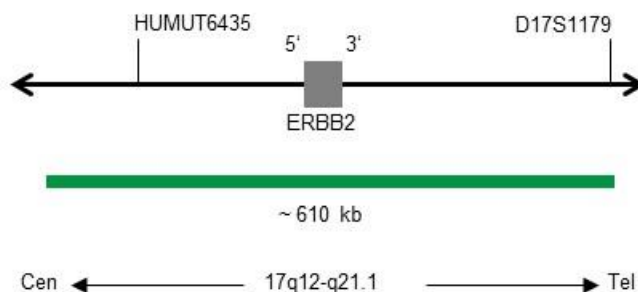

Fig. 1: SPEC ERBB2 Mapa da sonda (sem escala)
- Polinucleótidos (~10 ng/μl) com marcação ZyGreen (excitação 503 nm/emissão 528 nm), dirigidos ao mapeamento de sequências alvo em 17q12-q21.1\* (chr17:37,572,531-38,181,308) contendo o gene ERBB2 (ver Fig. 1).